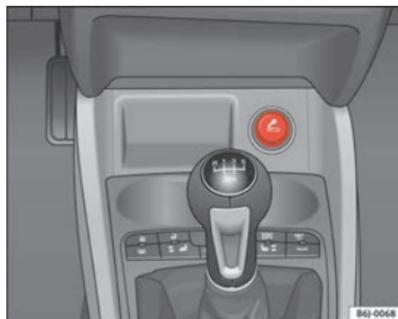

Abb. 80 Zigarettenanzünder
- Drücken Sie den Zigarettenanzünder ⇒ Abb. 80 zum Einschalten hinein ⇒ **!**.